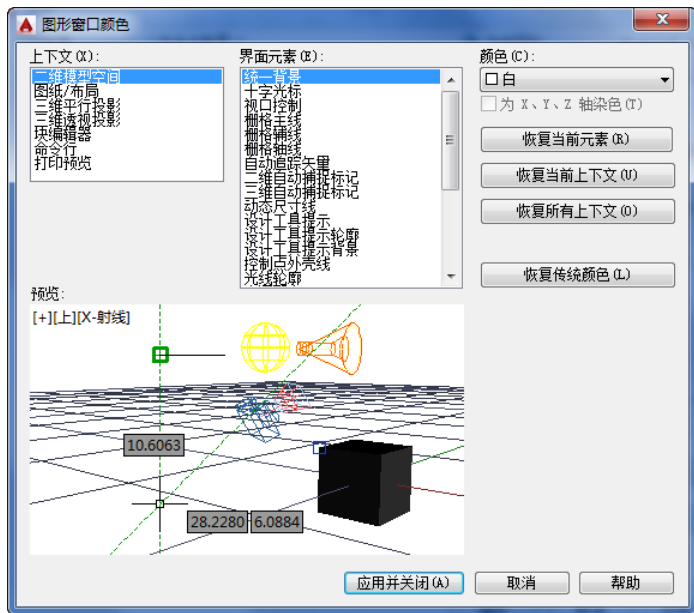

图 1-6 “图形窗口颜色”对话框
- (3) 单击“窗口元素”中的“颜色”按钮 **颜色(C)...**，打开如图1-6所示的“图形窗口颜色”对话框。
- (4) 从“颜色”下拉列表框中选择某种颜色，例如白色，单击“应用并关闭”按钮 **应用并关闭(A)**，即可将绘图窗口改为白色。
在图1-6所示的“显示”选项卡中拖动“十字光标大小”区的滑块，或在文本框中直接输入数值，即可对十字光标的大小进行调整。
在“选项”对话框中的第2个选项卡为“显示”,该选项卡控制AutoCAD窗口的外观,如图1-6所示。该选项卡设定屏幕菜单、滚动条显示与否、固定命令行窗口中文字行数、AutoCAD的版面布局设置、各实体的显示分辨率以及AutoCAD运行时的其他各项性能参数的设定等。前面已经讲述了屏幕菜单设定、屏幕颜色、光标大小等知识,其余有关选项的设置读者可参照“帮助”文件学习。